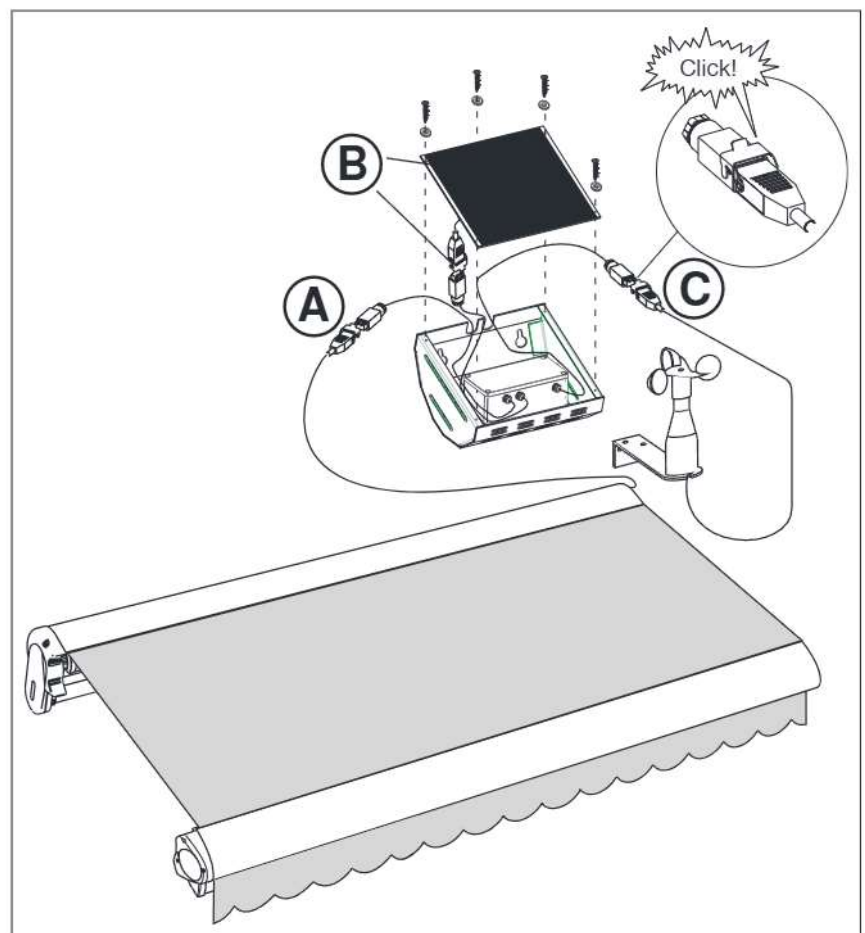

Abb. 4-3: Zusammenbau im Überblick
- Verstauen Sie das Steuerungsgehäuse im Montagekasten gemäß Abb. 4-3. Zur Durchführung der Anschlussleitungen sind im Montagekasten zwei Aussparungen vorgesehen.
- Stellen Sie die Steckverbindungen für den Messwertgeber "Wind" (C), für das Solarmodul (B) und für den Antrieb (A) her. Die Steckverbinder sind codiert und können nicht falsch gesteckt werden. Achten Sie beim Zusammenstecken auf korrekten Sitz der Gummidichtungen, um Beschädigungen zu vermeiden. Verriegeln Sie die Steckverbinder und verstauen Sie diese im Montagekasten.
- Montieren Sie das Solarmodul (B) auf dem Montagekasten. Drehen Sie die vier Blechschrauben ein und verwenden Sie die mitgelieferten Beilagscheiben. Arbeiten Sie vorsichtig, damit das Modul nicht beschädigt wird.